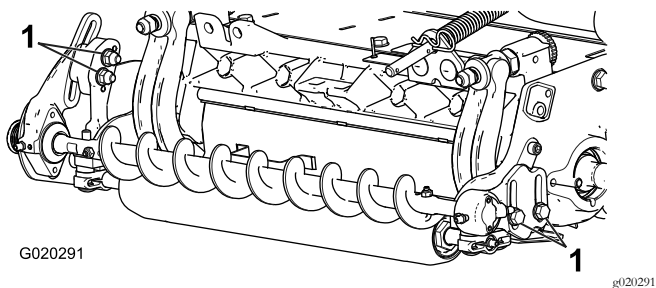

図 8
1. 各ローラブラシベアリングハウジングをローラブラシ取り付けブラケットに固定しているボルト2本をゆるめる 図 8。